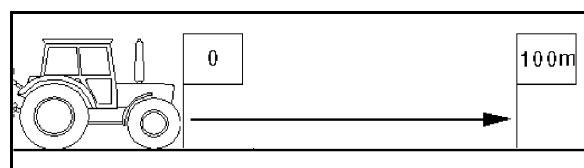

Fig. 30
1. Medir en la parcela, un trayecto de medición de 100 m exactos. Marcar el punto de partida y de llegada de dicho trayecto de medición (Fig. 30).